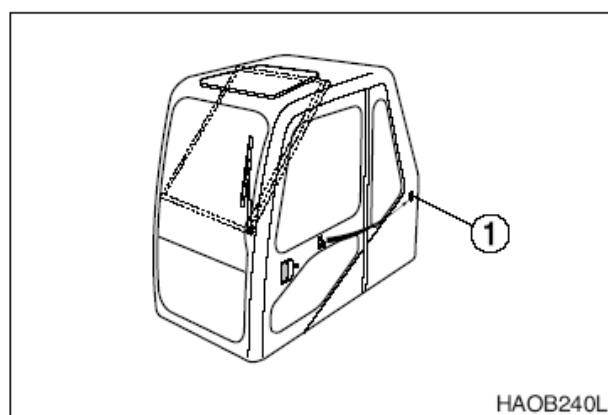

Рис. 100
1. Дверная защелка (1, рис. 100) используется для крепления открытой двери к стенке кабины.